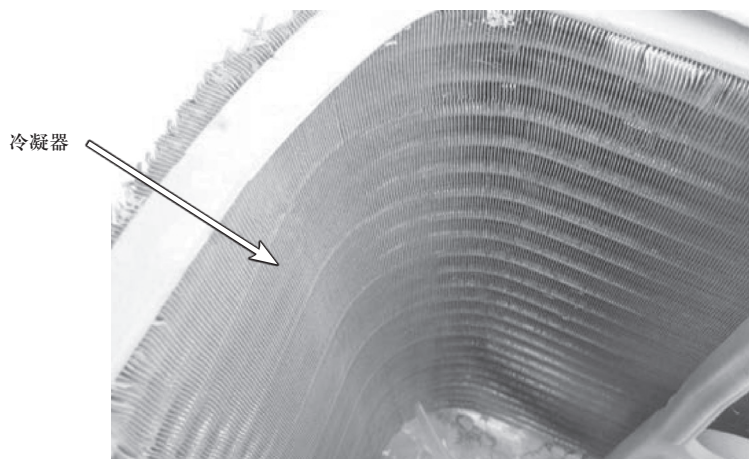

图 4-17 冷凝器非常脏
5) 估计是因冷凝器散热不好，引起压缩机过热保护，检查冷凝器，发现壳面很脏，如图 4-17 所示。